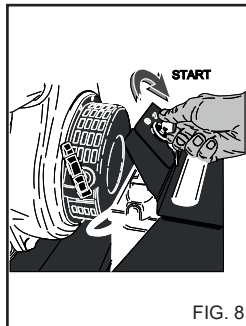

FIG. 8
2) Den Zündschlüssel auf I und dann auf Start stellen. Den Schlüssel loslassen, sobald der Motor läuft. Der Schlüssel stellt sich wieder auf I. (Fig. 8).
a) Den Motorschalter auf 0 stellen. (Fig. 8).